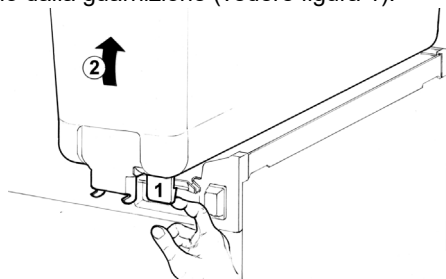

figura 1
- 2 Togliere il contenitore vuoto sollevandolo **dal lato rubinetto** e sfilandolo dalla guarnizione (vedere figura 1).